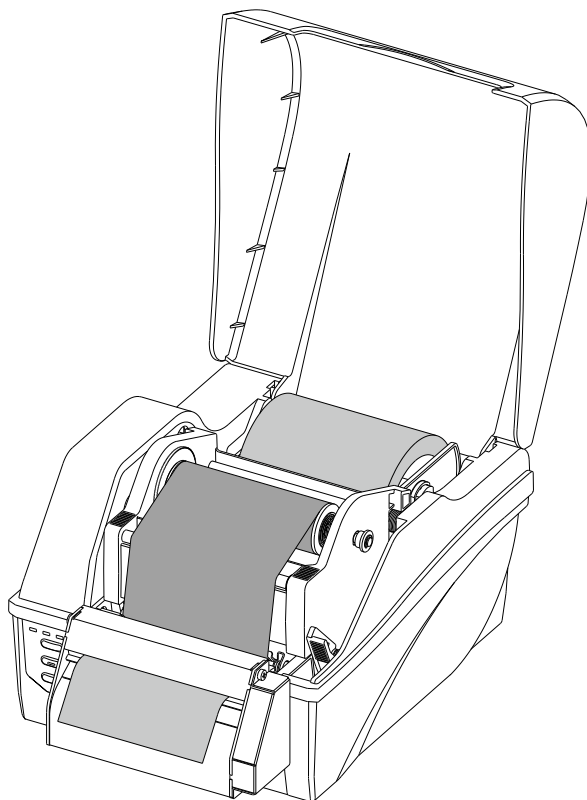

图 2-24
3. 关闭打印机电源，依次安装好碳带、纸卷（可参考标准模式下纸卷安装步骤），标签纸需从切刀穿出，如图 2-24 所示。